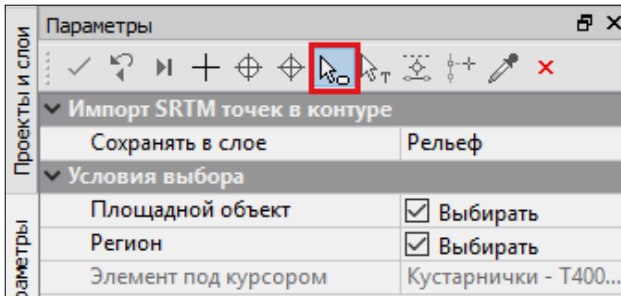

Рис. 10.11
- В графическом окне построить контур (прямоугольной рамкой или произвольно), по которому будут импортироваться высоты SRTM. Контур можно не только построить, но и выбрать существующий (курсором в режиме выбора полигона). В этом случае курсор в окне параметров будут доступны условия выбора площадных объектов и регионов (рис. 10.11);